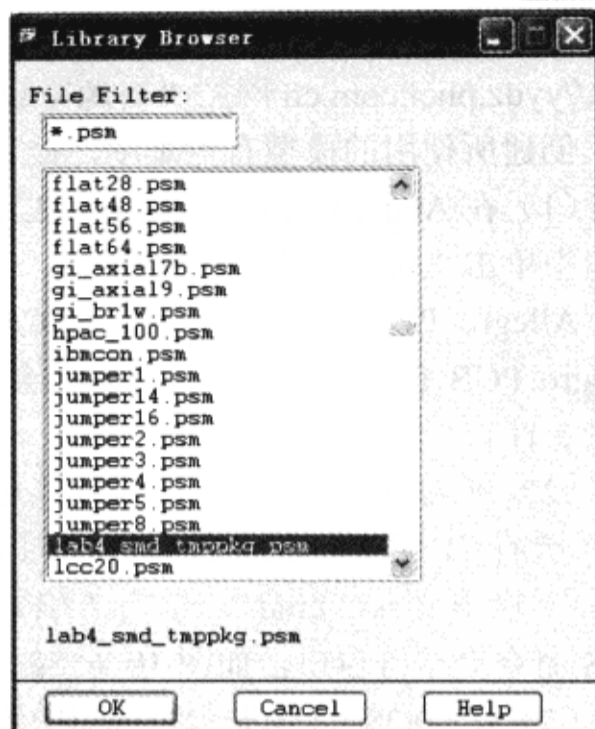

图 10-6-31 选择封装文件
(9) 单击“Package”栏旁边的“ellipse”，在“Library Browser”对话框中选择“lab4\_smd\_tmppkg”，单击“OK”按钮，如图 10-6-31 所示。